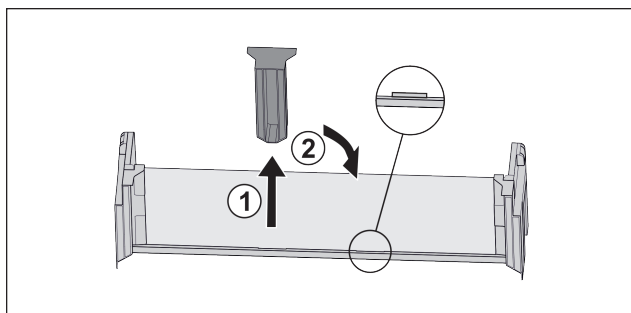

Fig. 29
- ▶ Снимите среднюю поддерживающую деталь Fig. 29 (1).
- ▶ Вставьте среднюю поддерживающую деталь во вторую позицию Fig. 29 (2).